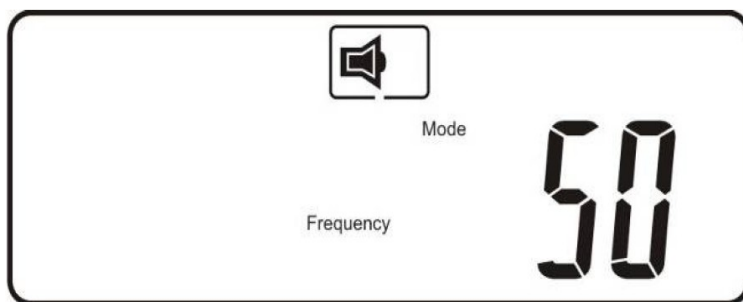

Рис. V3 Режим "CVCF 50"
- рис. V3 – режим преобразования частоты. Фиксированная частота 50 Гц